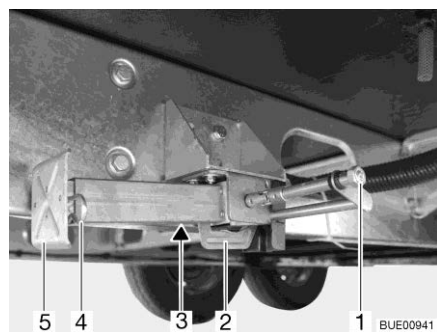

Fig. 58 Vérin stabilisateur
- Placer la clé à pipe sur l'écrou à six pans (Fig. 58,1) et tourner jusqu'à ce que le vérin stabilisateur soit en position verticale vers le bas.
- Lorsque la longueur des vérins stabilisateurs est réglable, faire sortir la goupille (Fig. 58,4) de la rallonge du pied d'appui (Fig. 58,5).
- Placer la clé à pipe sur l'écrou à six pans (Fig. 58,1) et tourner jusqu'à ce que le vérin stabilisateur se dégage du sol.
- Rentrer complètement la rallonge du pied d'appui (Fig. 58,5) et insérer la goupille (Fig. 58,4) dans le trou prévu à cet effet.
- Tourner l'écrou à six pans (Fig. 58,1) jusqu'à ce que les vérins stabilisateurs soient pivotés vers le haut et que la glissière (Fig. 58,2) soit arrivée complètement à l'extrémité de la fente (Fig. 58,3).